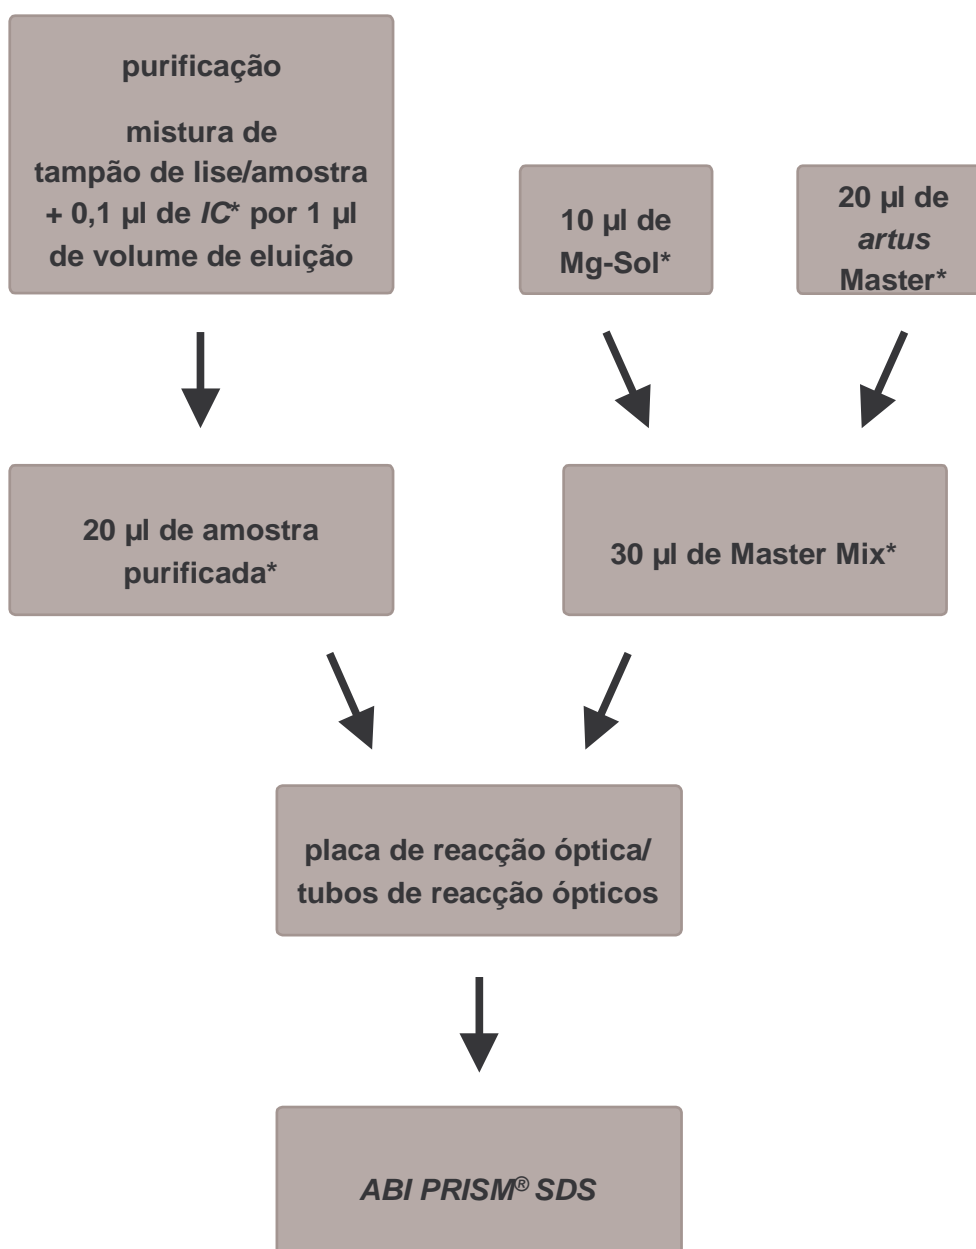

Fig. 1 : Fluxo esquemático da operação para o controlo da purificação e da inibição da PCR.
É fornecido um *Controlo interno* (HSV TM IC) com o qual se tem a possibilidade de controlar **não só a purificação do ADN como também uma possível inibição da PCR** (ver Fig. 1). Usando o **EZ1 DSP Virus Kit** para extração, o *Controlo interno* deve ser adicionado de acordo com as instruções no manual *EZ1 DSP Virus Kit Handbook*. Usando o **QIAamp UltraSens VirusKit** ou o **QIAamp DNA Mini Kit**, adicione o *Controlo interno* numa relação de 0,1 μl por 1 μl do volume de eluição na purificação. Se utilizar, por exemplo, o QIAamp DNA Mini Kit e eluir o ADN em 200 μl de tampão AE, então adicione 20 μl de *Controlo interno*. Se, p. ex., eluir em 100 μl , então adicione respectivamente 10 μl . A quantidade de *Controlo interno* acrescentada depende **apenas** do volume de eluição. O *Controlo interno* e eventualmente o Carrier-ARN (ver capítulo **8.1 Isolamento de ADN**) podem ser acrescentados apenas a
8.2 Controlo interno). Neste caso, utilize o seguinte esquema de pipetagem (ver também esquema reproduzido na Fig. 1):